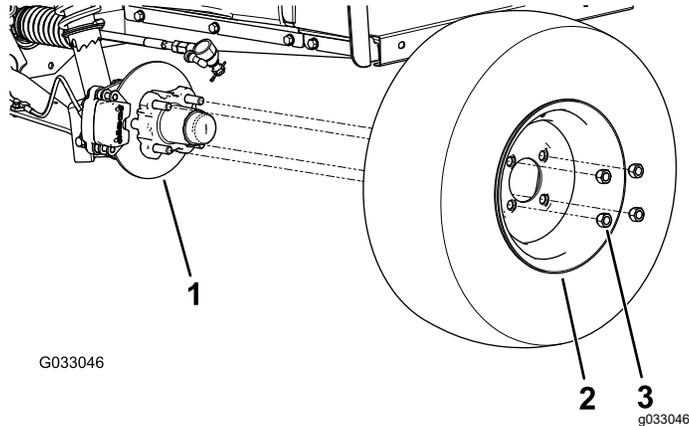

図 26
2. ホイールをハブに固定しているラグナット4個を外す 図 26。
- ホイールをハブに取り付ける。空気バルブを外側に向けて取り付けること 図 26。
- ラグナットを使用して、ハブにホイールを取り付ける 図 26。